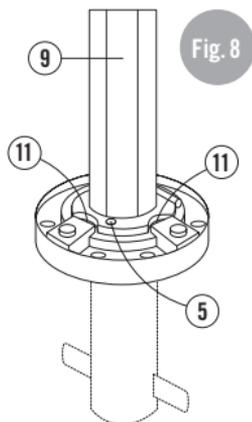
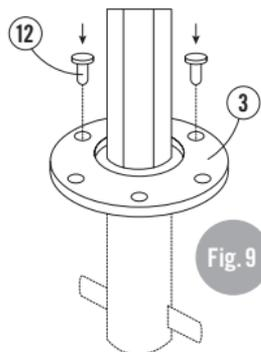

Fig. 8
Fig. 9
- Mast (9) sorgfältig senkrecht aufrichten und noch festhalten (Fig. 8).
- Sicherungsschraube (5) einsetzen.
- Mit Nivellierschrauben (11) allenfalls Senkrechtstellung justieren.
- Pressring (3) auf Mastfuß absenken und Verankerungsschrauben (12) einsetzen (Fig. 9).